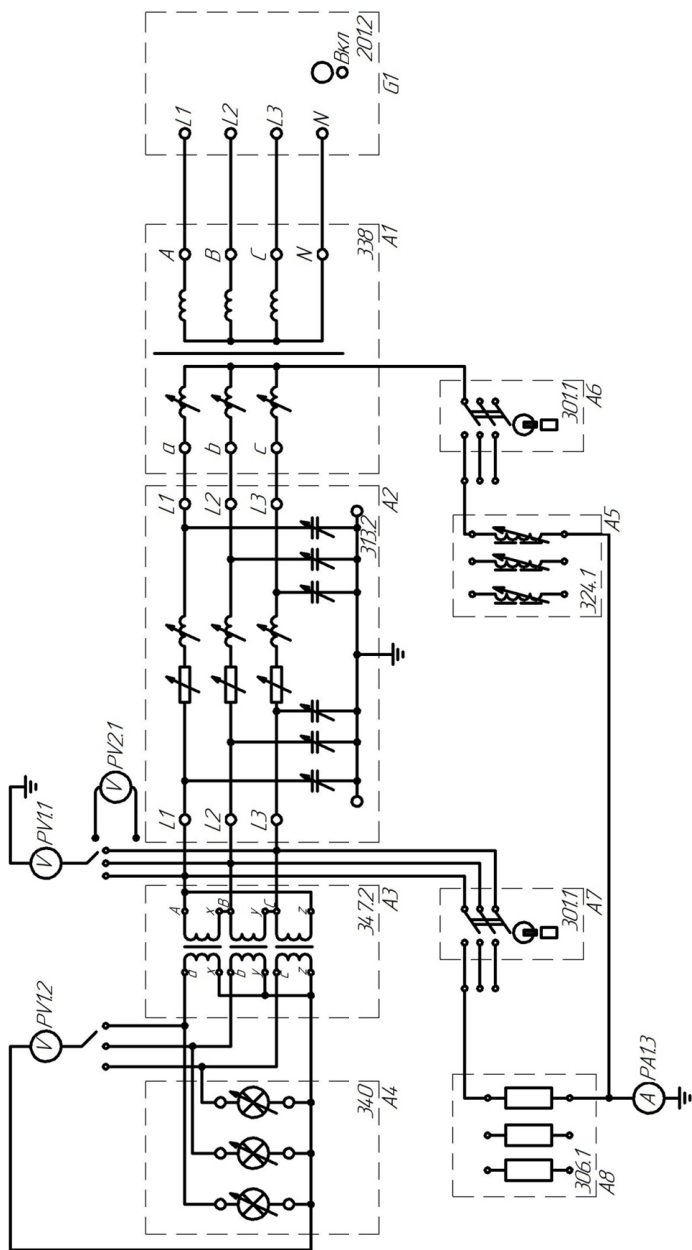

Рис. 5.1. Электрическая схема соединений
Электрическая схема соединений представлена на рис. 5.1. Она состоит из трехфазного источника питания G1 (201.2); регулировочного трансформатора A1 (338); модели эквивалентной линии электропередачи A2 (313.2); трехфазной трансформаторной группы A3 (347.2); трехфазной нагрузки A4 (340); узла создания однофазного короткого замыкания на землю A8 (306.1); узла создания различных режимов работы нейтрали A5 (324.1) и A8 (306.1); коммутационных аппаратов A6, A7 (301.1); блока мультиметров P1, P2 (509.2).